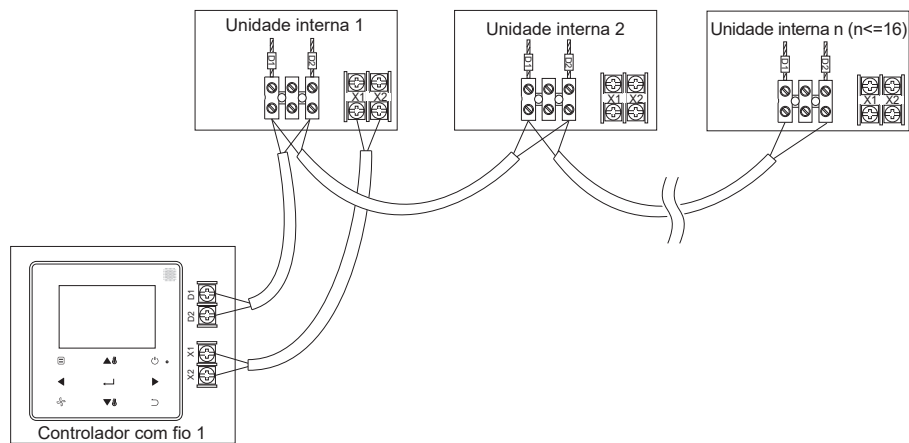
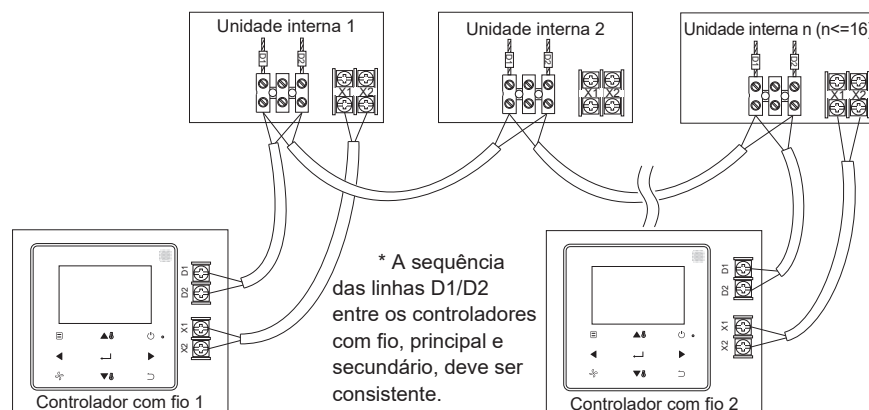

Figura 10
Figura 11
5. Para a IDU de CC da segunda geração, um ou dois controladores com fio também podem aceitar várias IDUs (no máximo 16 IDUs). Neste caso, o controlador e a IDU precisam estar conectados às portas X1, X2, D1 e D2 ao mesmo tempo. Não existe polaridade entre o controlador com fio e X1, X2 da IDU, nem entre o controlador com fio e D1, D2 da IDU. A sequência de linhas D1/D2 entre os controladores com fio, principal e secundário, deve ser consistente. Consulte a Figura 10 e Figura 11.